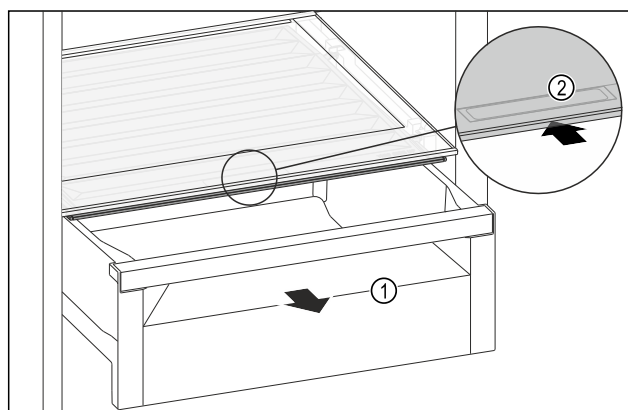

Fig. 201
- Retirer le tiroir *Fig. 201 (1)*.
- Saisir la poignée encastrée Fig. 201 (2) du couvercle du compartiment et pousser le couvercle du compartiment vers l'arrière.